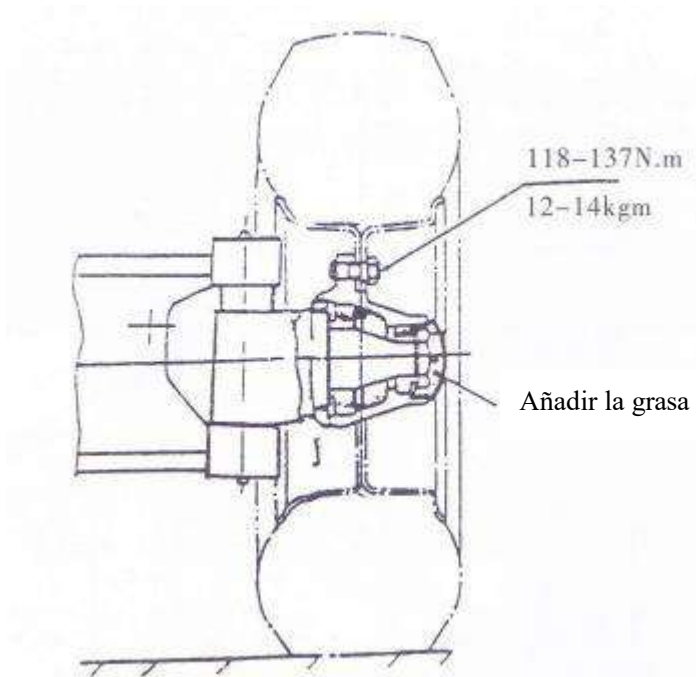

Figura 2-5 Adición de grasa y ajuste de la precarga
- 1) Como se muestra en la figura 2-5, agregue la grasa al cubo de la rueda, al cojinete interno y externo, a la cámara interna de la tapa del cubo de la rueda, al mismo tiempo, ponga un poco de grasa en el labio del sello de aceite. El .